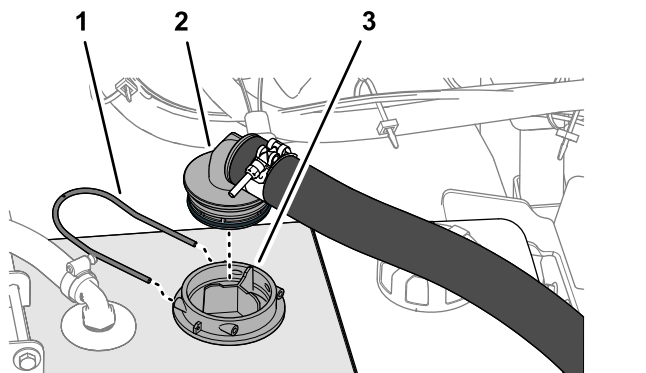

图 17
1. 将吸入软管的 90° 宝塔接头插入吸入滤网的外壳直至接头完全就位图 17。
2. 用固定叉将 90° 宝塔接头固定至吸入滤网的外壳图 17。